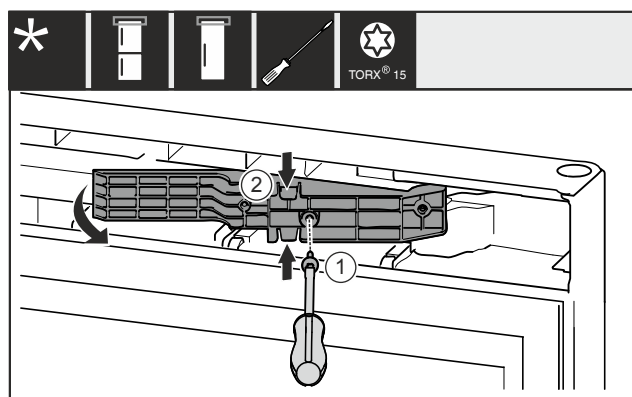

Fig. 16 *
- Retirer la vis Fig. 16 (1)*
- Compresser légèrement l'adaptateur Fig. 16 (2) par le haut et le bas et le retirer.*